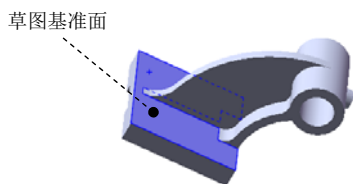
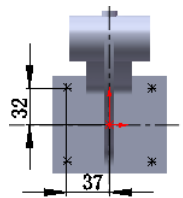

图 3.32.19 草图 1
图 3.32.20 横断面草图
Step11. 创建图 3.32.19 所示的草图 1。选择下拉菜单 **插入(I)** → **草图绘制** 命令，选取模型表面作为草图基准面，绘制图 3.32.20 所示的横断面草图。